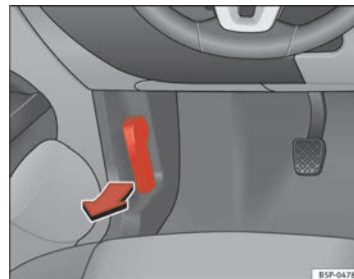

Fig. 155 Detalle de la zona reposapiés del lado del conductor: palanca para el desbloqueo del capó del motor.
- Tire de la palanca que se encuentra bajo el tablero de instrumentos ⇒ **página 228, fig. 155** en el sentido que indica la flecha. El capó queda desbloqueado por la acción resorte del muelle ⇒ .